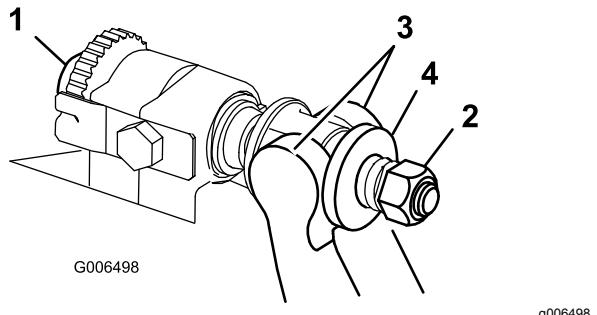

Figura 36
1. Ruotate le viti di regolazione della barra di appoggio in senso antiorario per allontanare la controlama dal cilindro (Figura 36).
2. Allentate il dado di tensione della molla finché la rondella non sarà più in tensione contro la barra di appoggio (Figura 36).